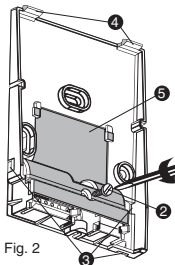

Fig. 2
Dévissez la vis repérée ② (Fig. 2) afin d'ôter le cache-bornier repéré ⑤.